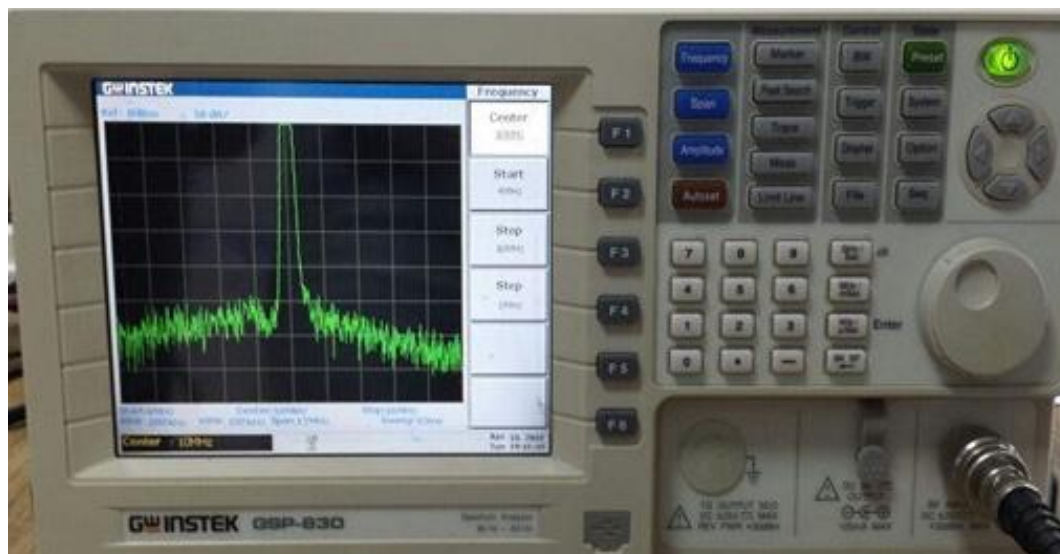

ILUSTRACIÓN 3
- Ingresar el número 10 con cualquiera de las opciones mencionadas y seleccionar MHz como unidad con el teclado numérico, luego la Frecuencia Central del Analizador se colocará en 10 MHz (**ILUSTRACION.3**)